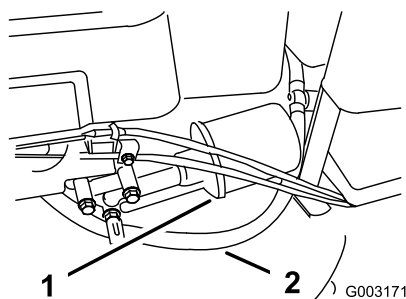

Figura 25
Cambie el filtro de aceite (Figura 25) cada 100 horas de operación o una vez al año, lo que ocurra primero.
4. Desconecte el tubo de combustible (Figura 25) aflojando la abrazadera en el carburador.